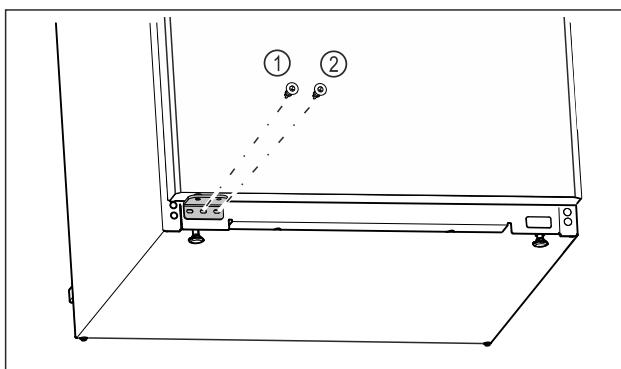

Fig. 26
- ▶ Srednji vijak ležajnog postolja Fig. 26 (1) pritegnite odvijačem Torx 20.
- ▶ Unutarnji vijak ležajnog postolja Fig. 26 (2) pritegnite odvijačem Torx 20.